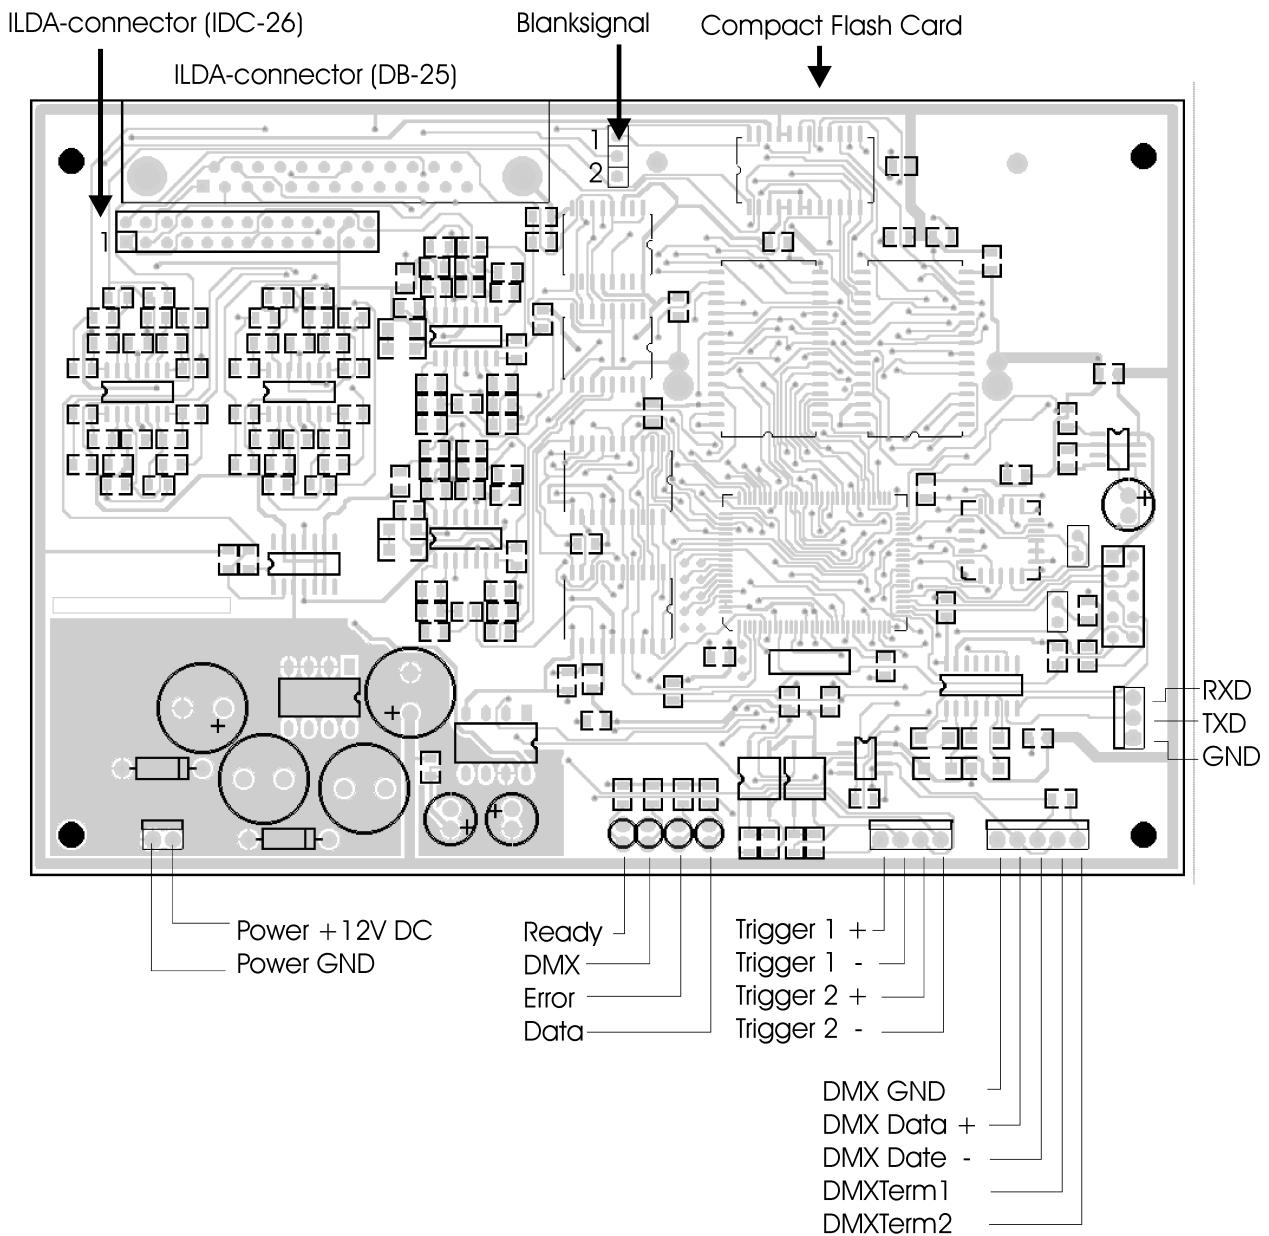

Fig. 1 Boardlayout
2.1 Anschluss der Scanner- und Farbsignale (Fig.1)